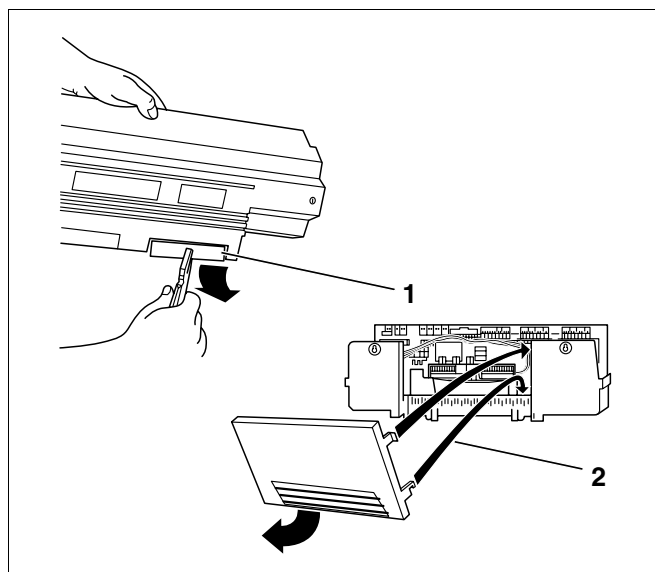

Рис. 61 Подготовка кабельного прохода
- При необходимости, выломать заглушки (рис. 61, поз. 1) в задней стенке кабельного прохода (Logamatic 33xx) или снять часть задней стенки (Logamatic 43xx) (рис. 61, поз. 2).
- Вставить нижние крюки задней стенки (Logamatic 43xx) в гнездо рамки и нажать на нее сверху до фиксирования боковых крюков (рис. 61, **поз. 2**).